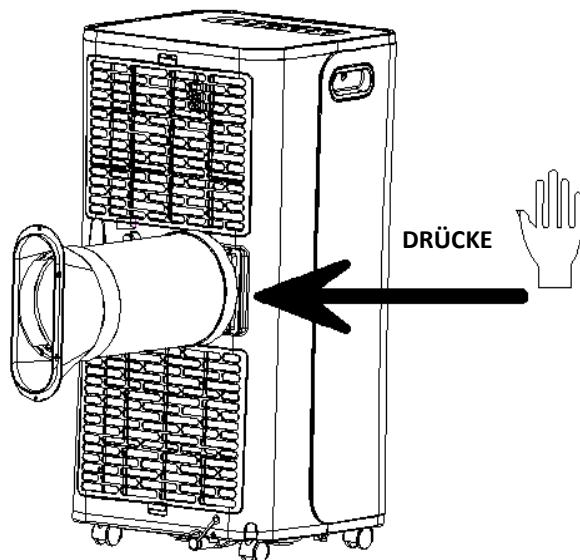

Abb.1
1.1 Einbau des Warmluft-Austrittsleitung-Sets (siehe Abb. 1)
- 2) Das Austrittsleitung-Set (Ende der Austrittskupplung) in die Nut der Lüftungsöffnung an der hinteren Platte der Klimaanlage (nach links drücken) einschieben und den Einbau nach der Abbildung 1 abschließen.